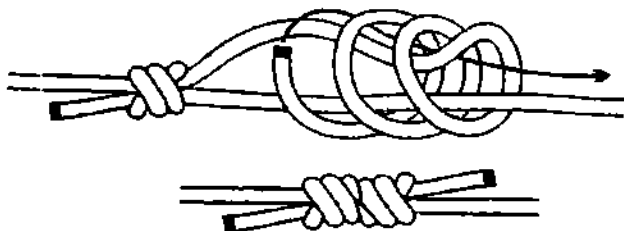

Рис. 790. **Тройной рыбацкий узел** состоит из двух **тройных простых узлов**.
**Тройной рыбацкий узел** вяжется на жёстких и скользящих синтетических верёвках и толстых лесках (рис. 790). Узел ещё более прочный и надёжный, чем **двойной рыбацкий узел**.